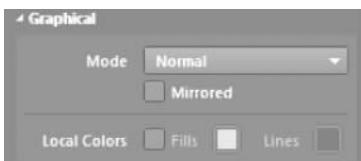

图 3-64 镜像放置晶体管
- ① 双击需要镜像放置的晶体管，打开其配置界面。
- ② 如图 3-64 所示，在该界面下选中 Mirrored 复选框，则可以镜像放置晶体管。